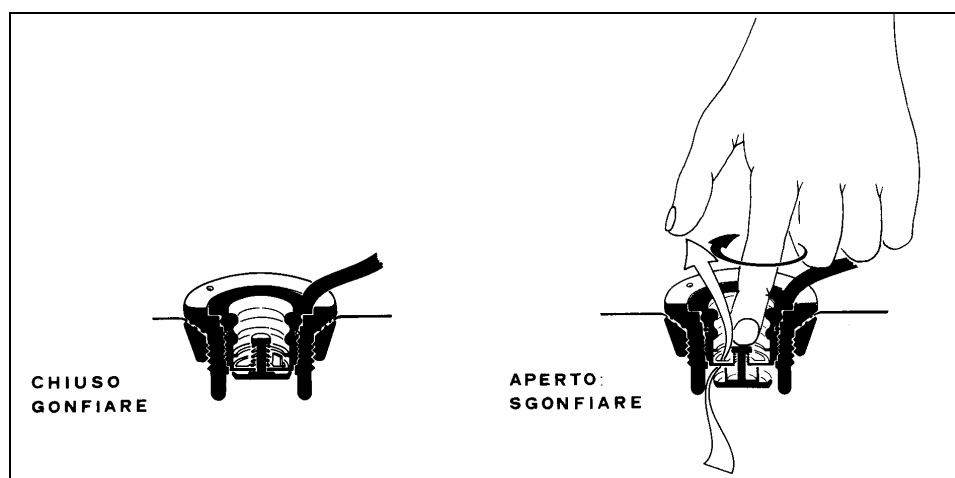

Figura 2.3 – Chiusura delle valvole di gonfiaggio.
**G** – Aprire i tappi delle valvole di sovrappressione ed assicurarsi che gli otturatori interni delle valvole di gonfiaggio siano in posizione di chiusura (Figura 2.3).